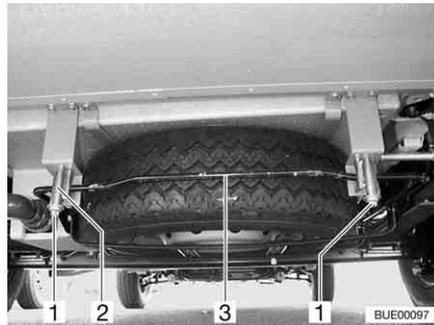

Fig. 249 Soporte para rueda de repuesto (cesto de alojamiento)
- Aflojar las tuercas (Fig. 249,1) de los ganchos izquierdo y derecho (Fig. 249,2) del soporte de la rueda de repuesto.
- Presionar estribo (Fig. 249,3) un poco hacia arriba. Al mismo tiempo tirar el gancho hacia abajo y desenganchar el estribo.